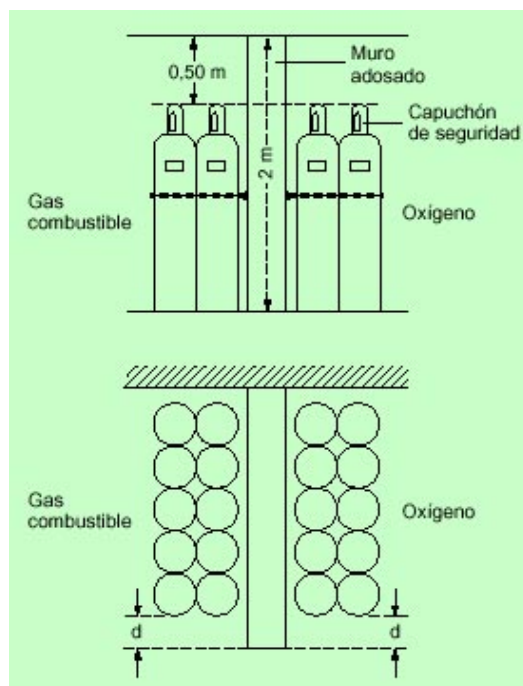

Fig. 9: Almacenamiento de botellas separadas por un muro adosado a la pared
- b. Muro adosado a la pared: se debe cumplir lo mismo que lo indicado para el caso de muro aislado con la excepción que las botellas se pueden almacenar junto a la pared y la distancia en sentido horizontal sólo se debe respetar entre el final de la zona de almacenamiento de botellas y el muro de separación (fig. 9).